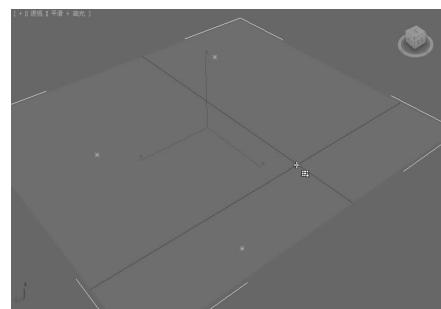

图 5-61 创建曲面点▲
- (创建曲面点): 在曲面上创建从属点,如图 5-61 所示。